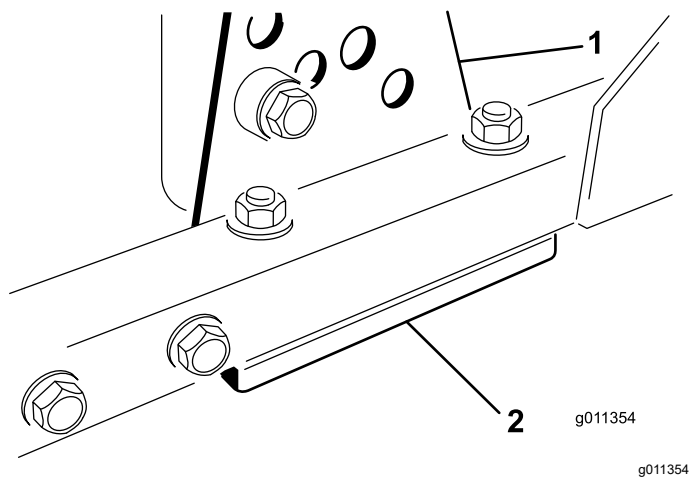

Рисунок 83
1. Снимите кронштейн высоты скашивания (передний, левый или правый) с рамы режущего блока (Рисунок 83).
2. Отрегулируйте количество регулировочных прокладок толщиной 1,5 мм и/или 0,7 мм между рамой режущего блока и кронштейном, чтобы получить необходимую настройку высоты (Рисунок 83).